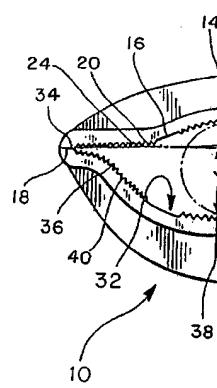

Рис.8
**Пассатики для поворота круглых предметов большого диаметра** описаны в патенте Чехословакии 286904 (2000 г.). Их основная особенность состоит в конструкции зажимов (рис.8) - ось приложения силы рукоятки 12 максимально удалена от оси круглого предмета, чтобы создать максимальный врачающий момент. Линии зубцов